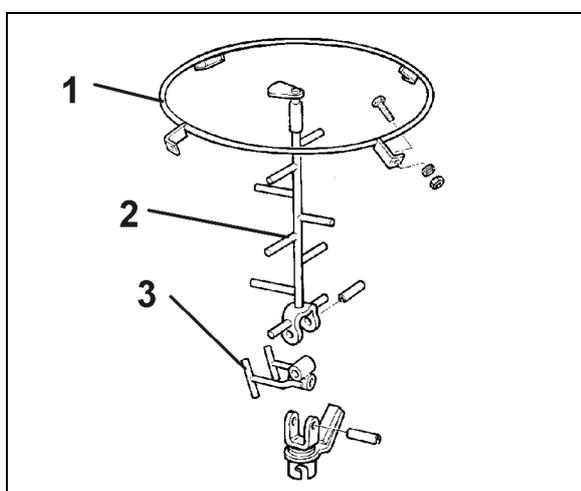

Fig. 17
1. visser la bague de guidage (Fig. 17/1) sur les trous existants dans la trémie.
2. fixer la partie supérieure de l'agitateur (Fig. 17/2) sur la partie inférieure de l'agitateur (Fig. 17/3) en utilisant une douille de serrage.